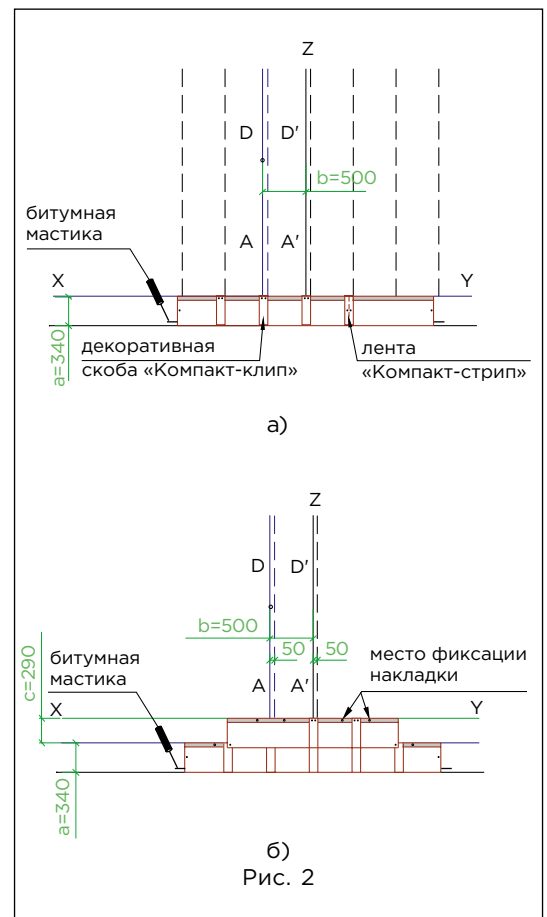

Рис. 2
Укладка материала (рис. 2)
- укладка черепицы начинается от линии AD, при этом ее верхний край выравнивается по линии XY (рис. 2а);
- листы первого ряда укладываются встык и фиксируются двумя гвоздями по центру коротких сторон на расстоянии 20 мм от края (рис. 2а);
- правая сторона скобы «Компакт-клип» выравнивается по линии A'D' и фиксируется двумя гвоздями через специального отверстия (рис. 2а);
- листы второго ряда черепицы укладываются от линии AD, их нижний край выравнивается по линии, параллельной XY; каждый лист фиксируется двумя гвоздями в 25 мм от нижней стороны; стыки и середина каждого листа закрываются декоративными скобами «Компакт-клип», которые также фиксируются двумя гвоздями (рис. 2б);
Каждый лист закрепляется 6 гвоздями в штатных местах и 4 гвоздями для крепления «Компакт-клип», в соответствии с рекомендациями, приведенными выше (рис. 2б).
При укладке материала на скатах с уклоном более 60° каждый лист дополнительно фиксируется двумя гвоздями в верхней части (рис. 2б).